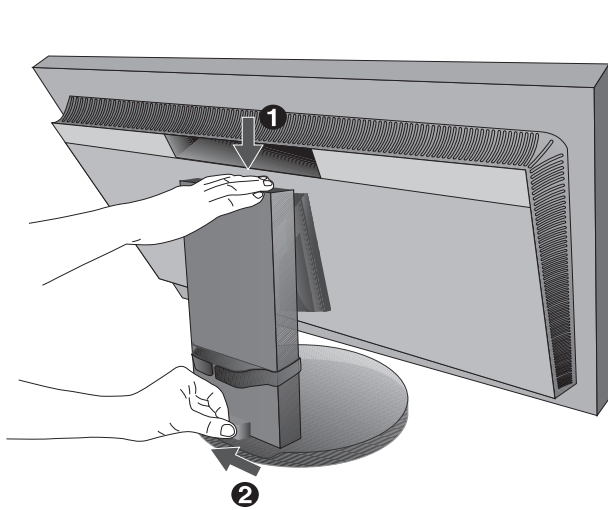

Figure B.1
3. Le bouton de verrouillage permet d'empêcher la modification de la hauteur. Placez votre main sur la partie supérieure du socle pour baisser complètement l'écran. Déplacez le bouton de verrouillage pour déverrouiller le support, afin de relever l'écran (**Figure B.1**).